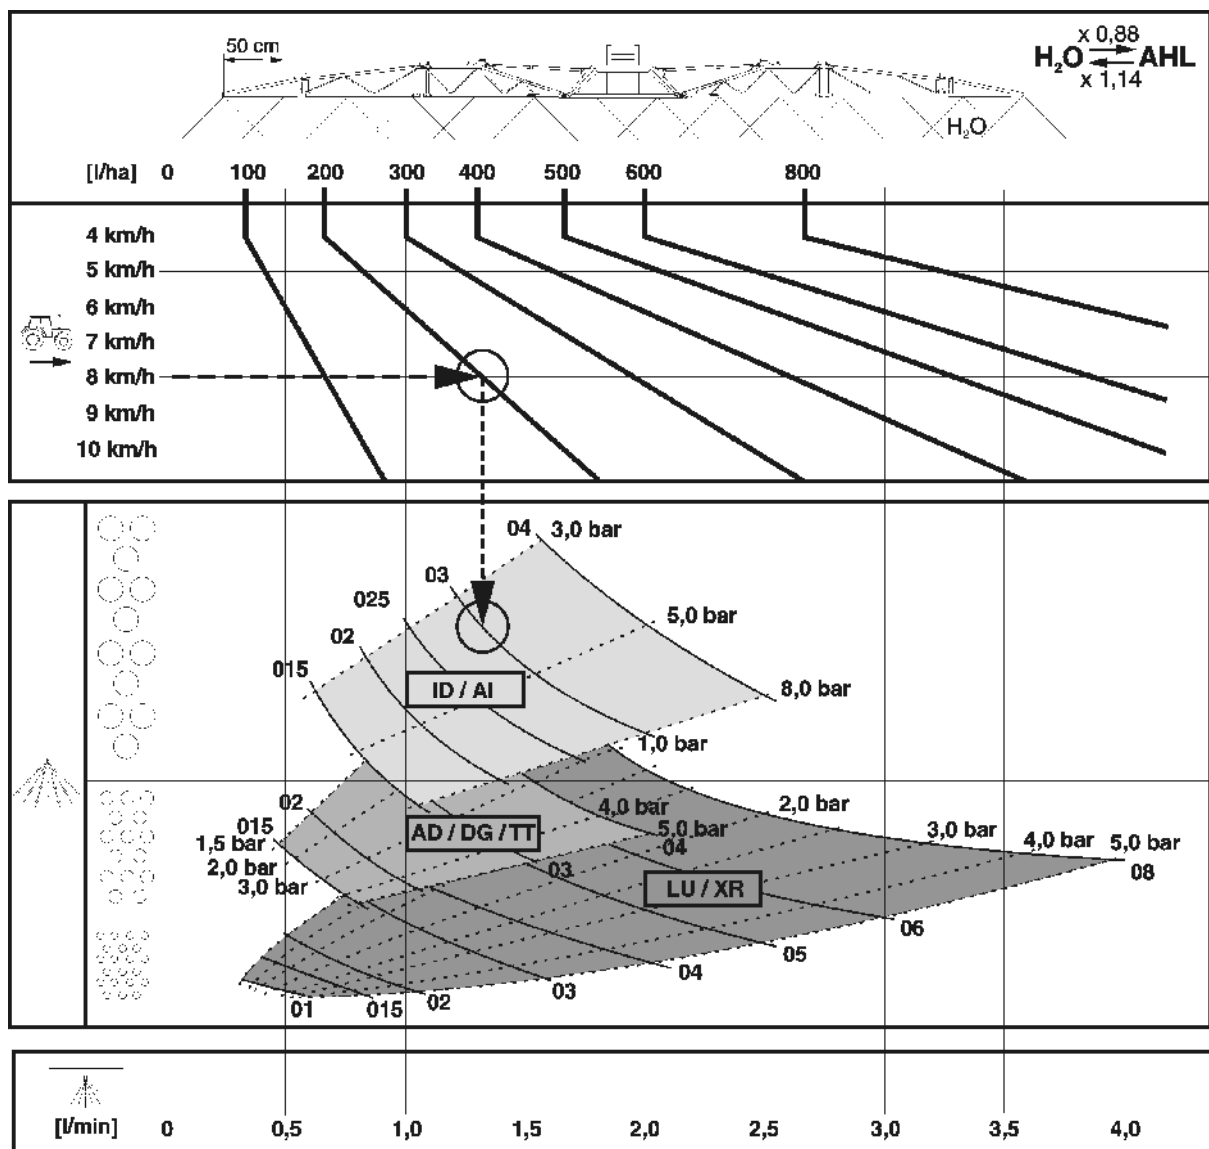

図 152
- 図 152は適正なノズルタイプを選択するのに役立ちます。ノズルタイプは以下のものによって決めます。
- 図 152は以下のために使用します。